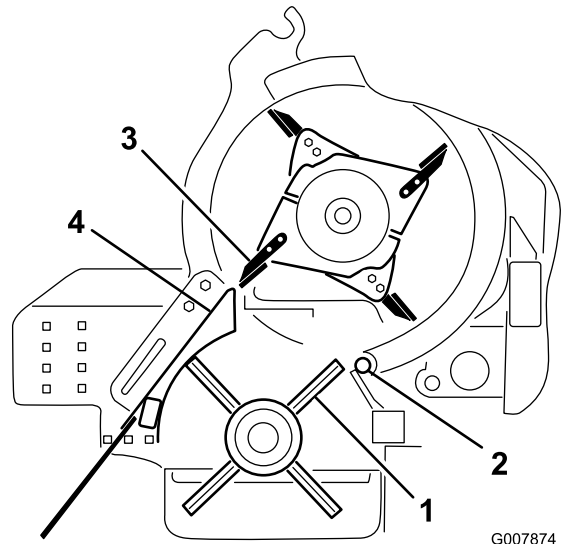

图60
4. 旋转滚刷皮带轮直到滚刷排列与旋转角平行 图60。
5. 旋转粉碎机直到刀片端部与滚刷壳体外侧齐平 图60。